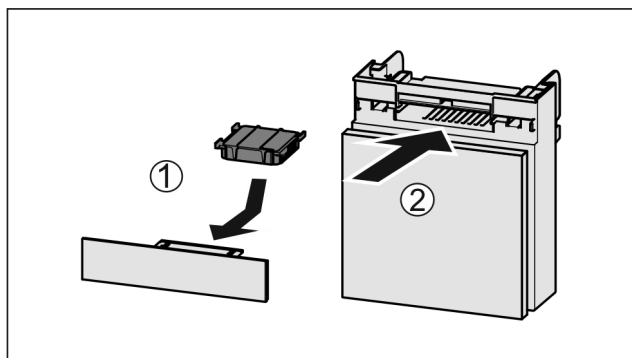

Fig. 98
- Inserire il vano Fig. 98 (2).